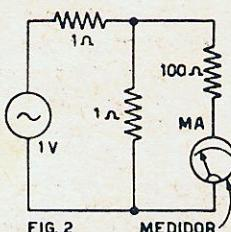

FIG. 2
A distorção harmônica (DH) total e o sinal de entrada foram medidos como função da potência de saída; os resultados acham-se ilustrados na Fig. 2. A leitura da potência de saída foi efetuada no secundário do transformador de saída, o qual tem uma eficiência de 76%, de maneira que a válvula de saída fornece na realidade cerca de 2,65 Watts ao nível de saída nominal. A sensibilidade é considerada adequada para pick-ups de cristal.
O aparecimento das barras pode ser facilmente explicado com o auxílio da curva característica de placa para polarização nula de grade (fig. 2).
Com referência à Fig. 2, digamos que  $R_{C2}$  representa a linha de carga do amplificador de saída horizontal num receptor dotado de uma alimentação +B relativamente alta. Notamos
Agora, consideremos a linha de carga do amplificador de saída horizontal de um modelo antigo de receptor ( $R_{C2}$  na Fig. 2), que possua alimentação B de valor mais baixo.
baixa tensão B possuem um cotovelo de curvatura uniforme como na Fig. 2. Pode ser que uma ou outra válvula apresente descontinuidade no cotovelo, como mostra a Fig. 3.